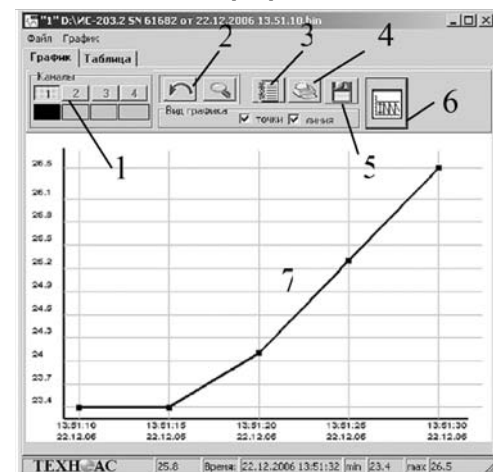

Рис. 13
8.4 Работа с графиком (рис. 13)